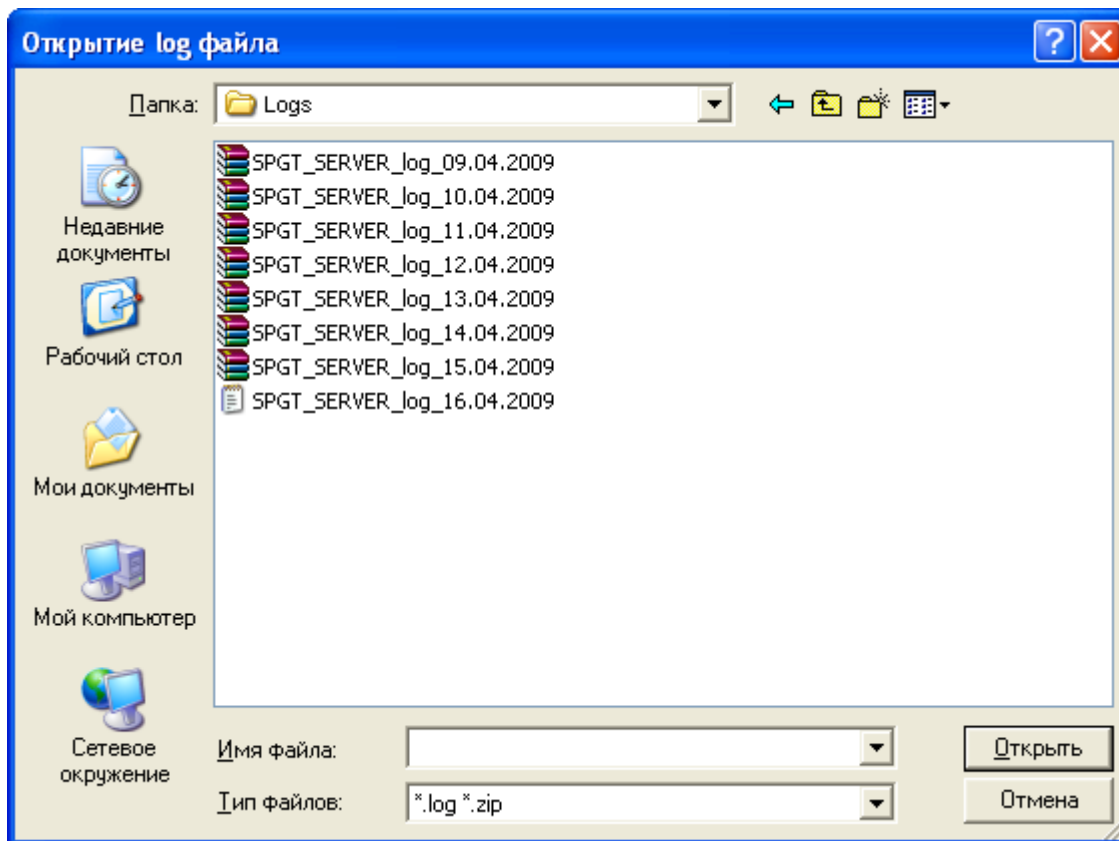

Рисунок 2 – Окно открытия лог-файла
3.2 Для того чтобы построить график необходимо в меню «График» нажать кнопку «Построить». После этого появится окно открытия лог-файла сервера (рисунок 2), в котором необходимо выбрать файл за интересующую дату и нажать кнопку «Открыть».